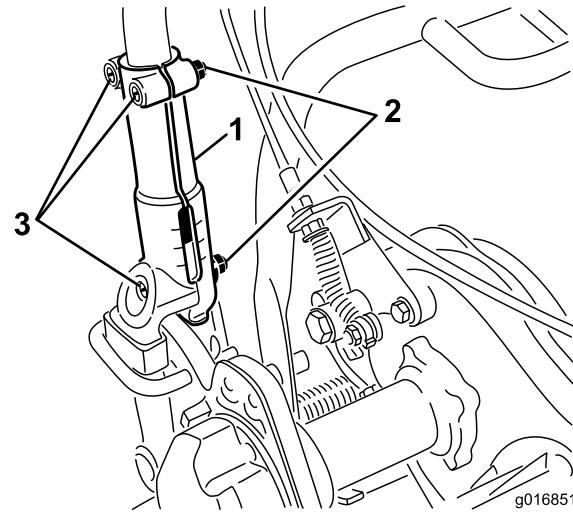

Bild 23
1. Lösen Sie die drei Schlossschrauben und Muttern, mit denen jede Seite des Griffes in den Griffklemmen befestigt ist (Bild 23).